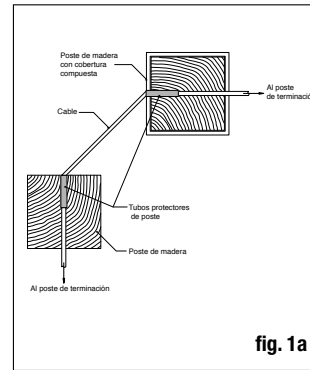
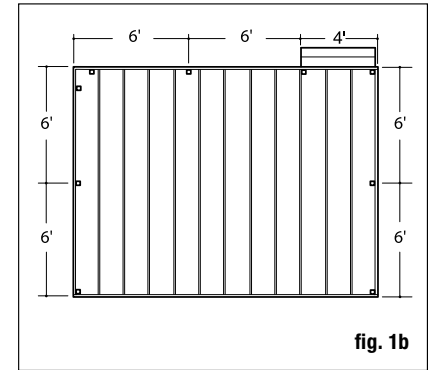

fig. 1a
fig. 1b
Paso 1: Determine el número de postes de barandal necesarios para su terraza. El espacio entre postes es de 1.83 o 2.44 m (6 u 8 pies) entre centros. **Aplicaciones con esquinas** (fig. 1a): Al colocar barandales de cable en una esquina, no doble el cable más de 45° en ningún momento. Al hacer un giro de 90°, se requiere un giro en 2 pasos usando una configuración de doble poste en la esquina. Ejemplo: Una terraza de 3.66 x 4.88 m (12 x 16 pies) anexa a un edificio con una entrada de 1.22 m (4 pies) en un lado, y con una esquina de 90°, necesitará en total nueve postes (fig. 1b). O puede rematar el tramo de cable e iniciar uno nuevo.